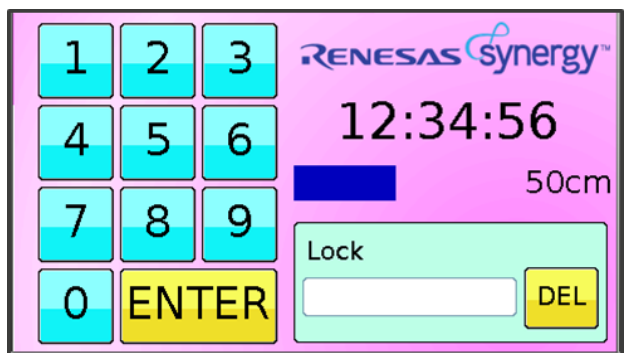

図 2-4 施錠画面
- パスコードを入力し Enter を押すと、図 2-4 の画面を表示し、その後 LCD 画面を消灯する。